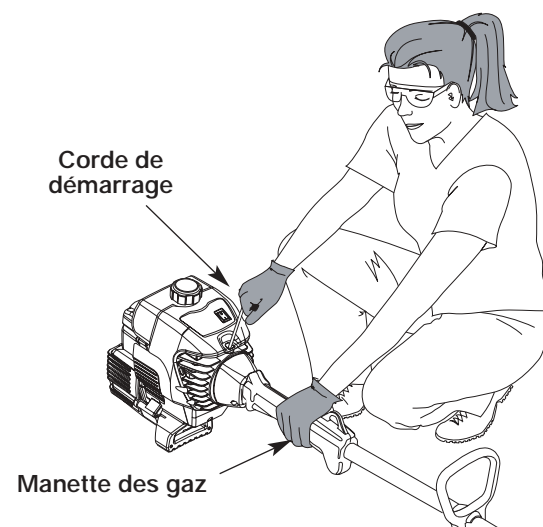

Fig. 8
**AVERTISSEMENT:** évitez tout démarrage accidentel. Tenez-vous en position de démarrage lorsque vous tirez sur la corde de démarrage (Fig. 8). L'opérateur et l'appareil doivent tous deux être en position stable pour éviter des blessures graves.
5. Levez-vous en position de démarrage (Fig. 8) et appuyez sur la manette des gaz. Tirez le cordon de démarrage d'un **mouvement contrôlé et ferme** jusqu'à 5 fois.